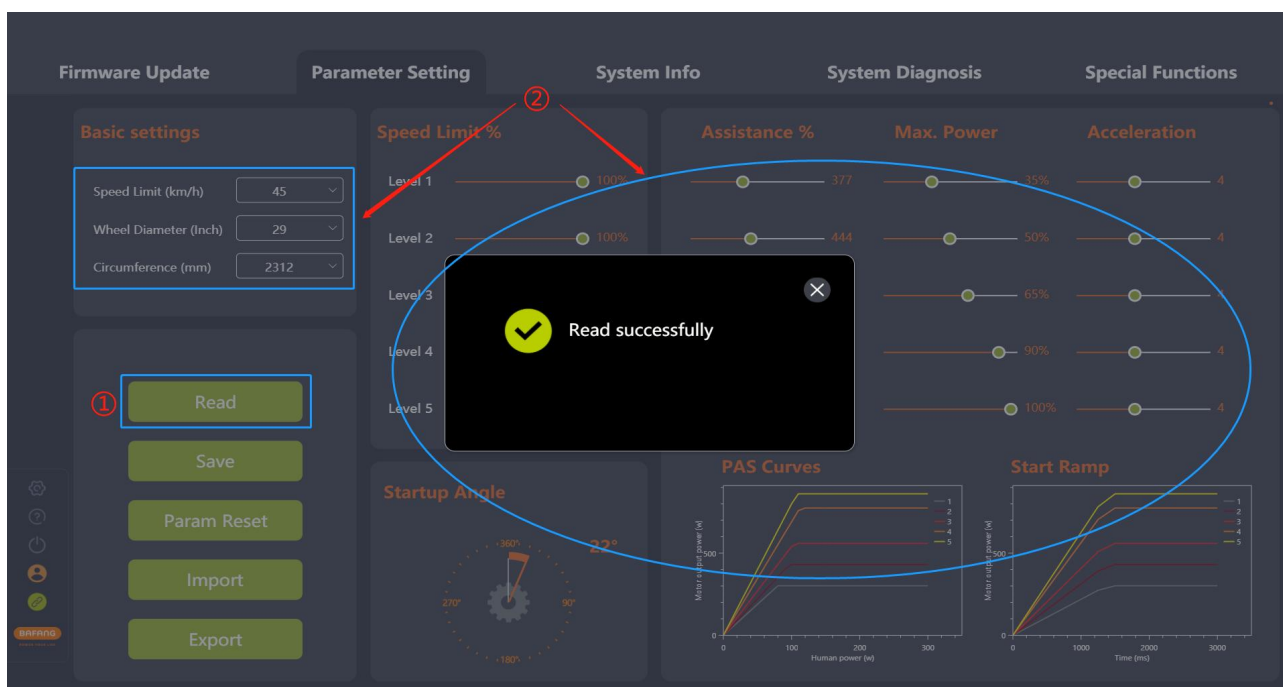

图 5-12 读取
- (1) 确认 BESST 工具箱和控制器正常连接并确保控制器供电正常，点击“读取”；
- (2) 读取成功后各个参数将会以数字、滑动条等形式展现（如图 5-12）。